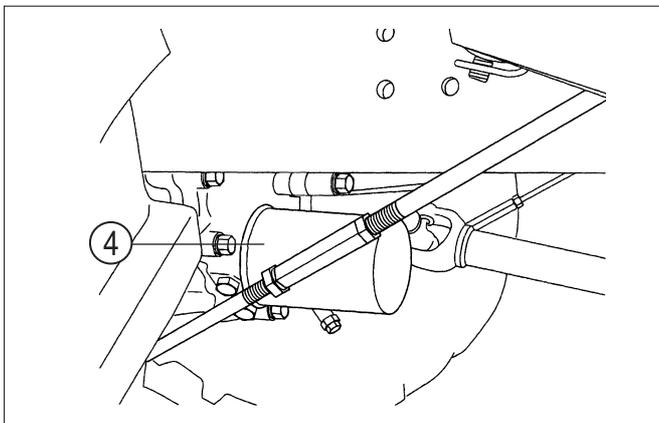

FIG. 62
**FIG. 62 :** Remplacez toujours le filtre à huile hydraulique une fois l'huile vidangée. Dévissez prudemment le filtre à huile ④, de son adaptateur. L'utilisation d'une clé à filtre peut être nécessaire.